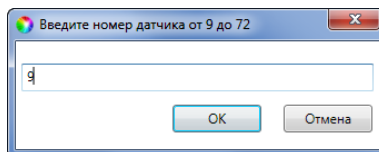

Рисунок 7.42 – Ввод номера радиоустройства
- В открывшемся окне укажите номер радиоустройства из числа еще не занятых в нумерации ШС и радиоустройств (в указанном диапазоне) и нажмите кнопку *OK* (см. рисунок 7.42).